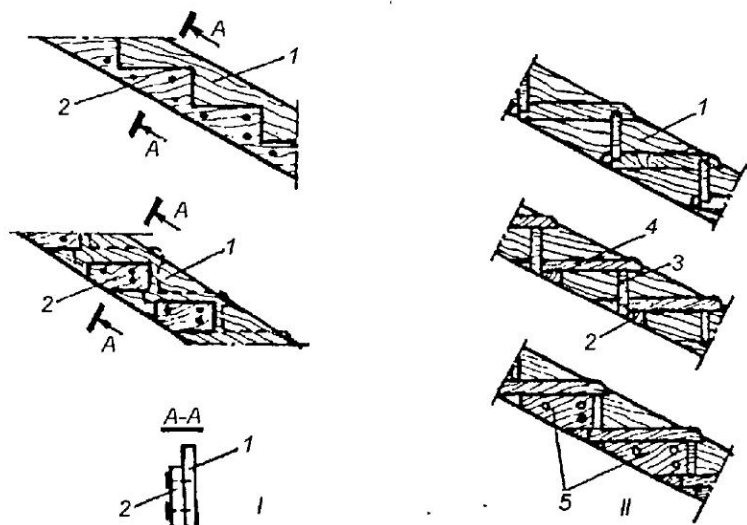

Рис. 170. Строительство лестниц
**Элементы деревянной лестницы.** Схематично элементы деревянной лестницы показаны на рис. 170. Лестничные марши состоят из двух тетив и ступеней. Сами ступени состоят из проступей (горизонтальная часть) и подступков (вертикальная часть).